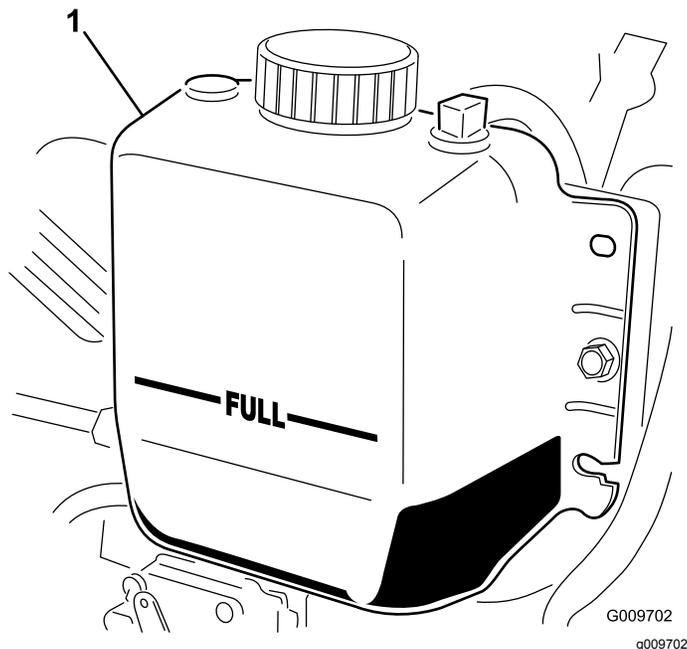

図 16
2. ラジエター内部の液量を点検する。補給口の首の上部まであればよい。また、補助タンク側面についているFULLマークまであればよい 図 16。